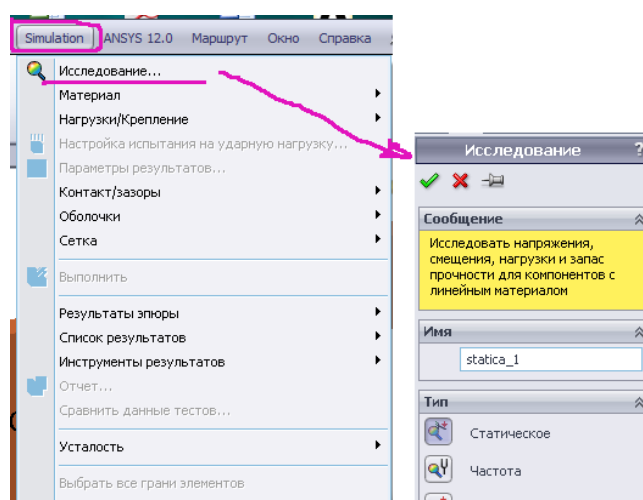

Рисунок 1.4 – Создание статического исследования
2. Создайте статическое исследование и назовите его **Static_1** (рис. 1.4).